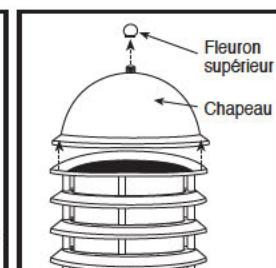

Figure 6 Appliques à gros volets
- e. For Louver fixtures, unscrew top finial and lift roof from fixture to replace bulb. Replace roof and tighten top finial firmly. (see figure 6)
- Si l'applique est à gros volets, dévisser le fleuron supérieur, enlever le chapeau et insérer l'ampoule. Refixer le chapeau au moyen du fleuron supérieur (voir la figure 6).